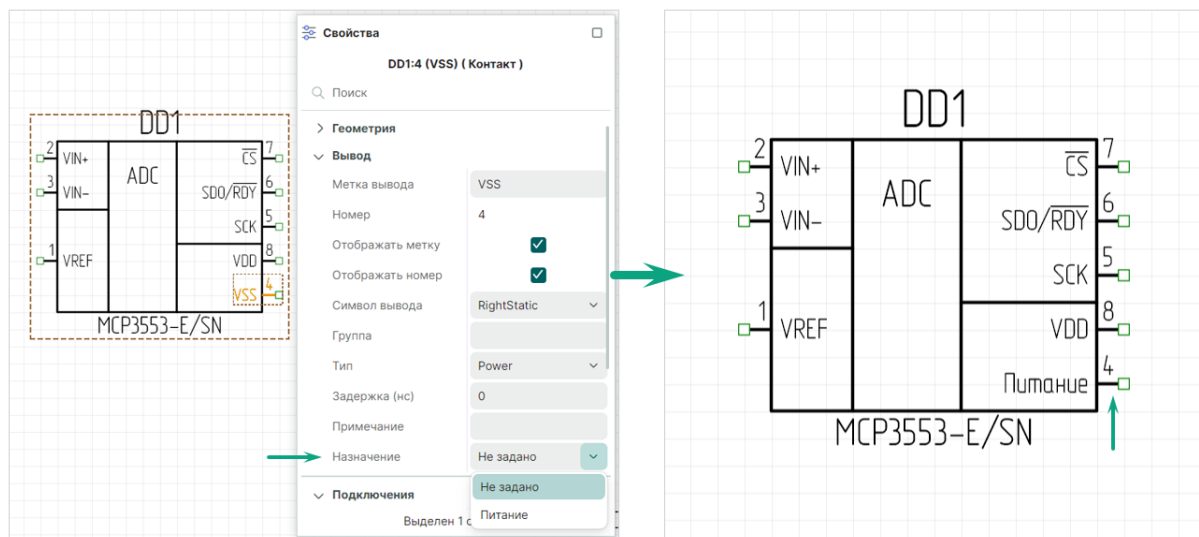

Рис. 269 Выбор назначения в панели "Свойства"
2. В открывающемся списке «Свойства» → «Вывод» → «Назначение» выберите необходимую назначенную функцию, см. Рис. 269.